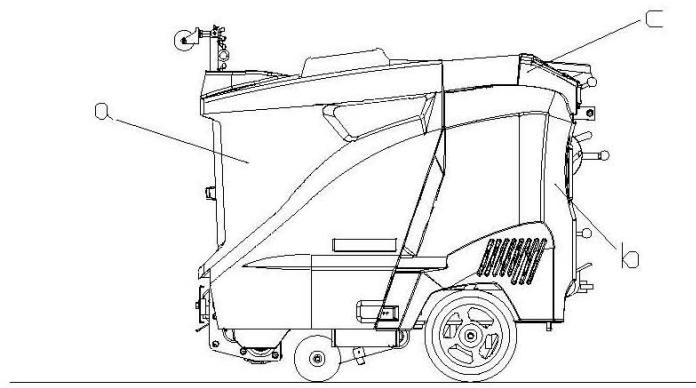

図 15
14. リヤーカバー(b) サイドカバー(c)を取り付、ボンネットを閉じる。・・・図 15